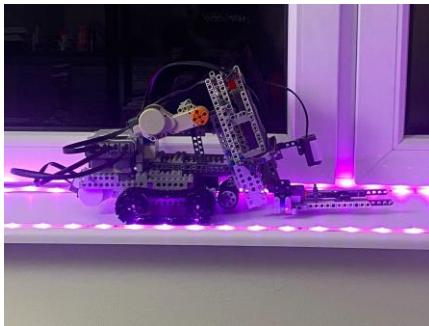

Abbildung 2: Seitenansicht des Roboters
A. Struktur des automatischen „Roboter-Manipulator“-Systems Die Implementierung des Laders ist nicht sehr schwierig. Um jedoch die automatische Fähigkeit eines Mechanismus zu gewährleisten, die Ladung zu lokalisieren und zu bewegen, sind Motoren und Sensoren erforderlich, die bestimmte Arten und Spezifikationen erkennen und ausführen. Die Arten und Eigenschaften der erforderlichen Elemente sind nachstehend aufgeführt (Abbildung 2).